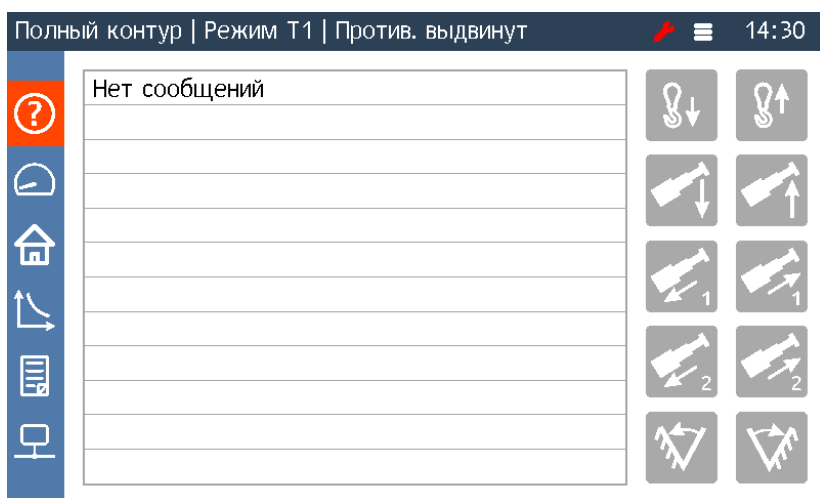

Рисунок 5 — Экран информационных сообщений
- 4 При обнаружении неисправности, в статусной строке в верхней части ЖК-дисплея появляется её описание. В случае наличия нескольких неисправностей их полный перечень приведен на экране информационных сообщений (см. рисунок 5).
Экран информационных сообщений (см. рисунок 5) в табличной форме отображает все информационные сообщения, выводимые блоком индикации в текущий момент. В боковой части экрана отображается информация о разрешенных операциях (пиктограмма зеленого цвета), запрещенных операциях (пиктограмма красного цвета) и об операциях, которые совершает оператор в настоящее время (контурное изображение с фоном соответствующего цвета).